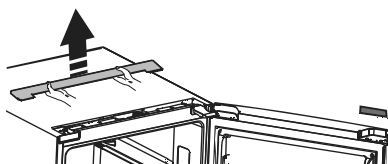

Figura 1
- 2 Haciendo palanca, extraiga la cubierta superior de la unidad utilizando una espátula y quítela (ver Figura 1).